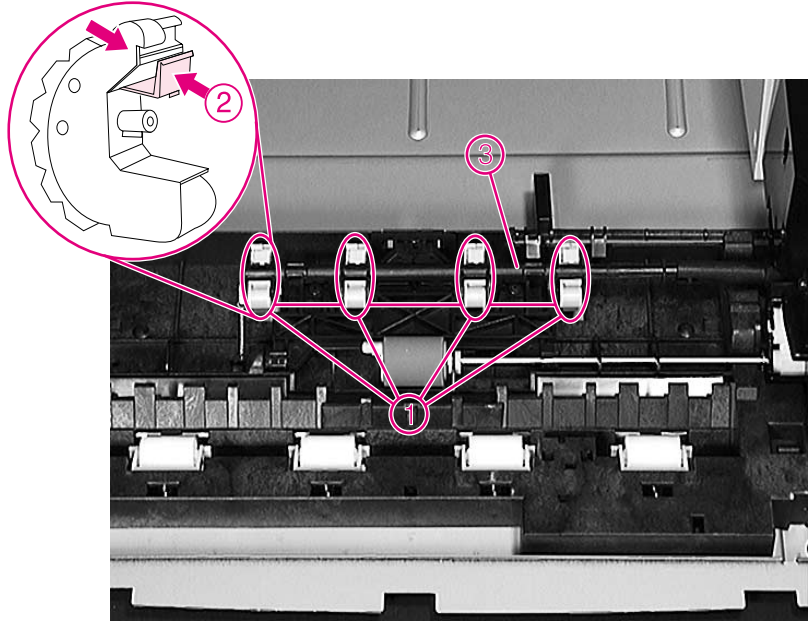

图 13 脱开可选 500 页纸盘的拾纸轮
- 1 用一只手将拾纸轮传动轴（图 13，编号 3）旋转 90 度。